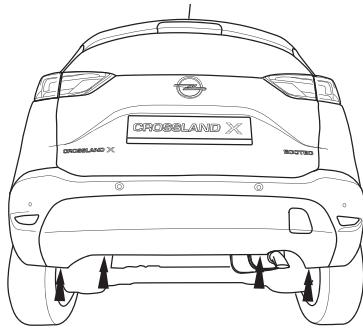

Fig. 1
1. Удалить винты внизу на бампере. См. рисунок 1.
4. Снять заводские болты в точках О и Q. См. рисунок 1.